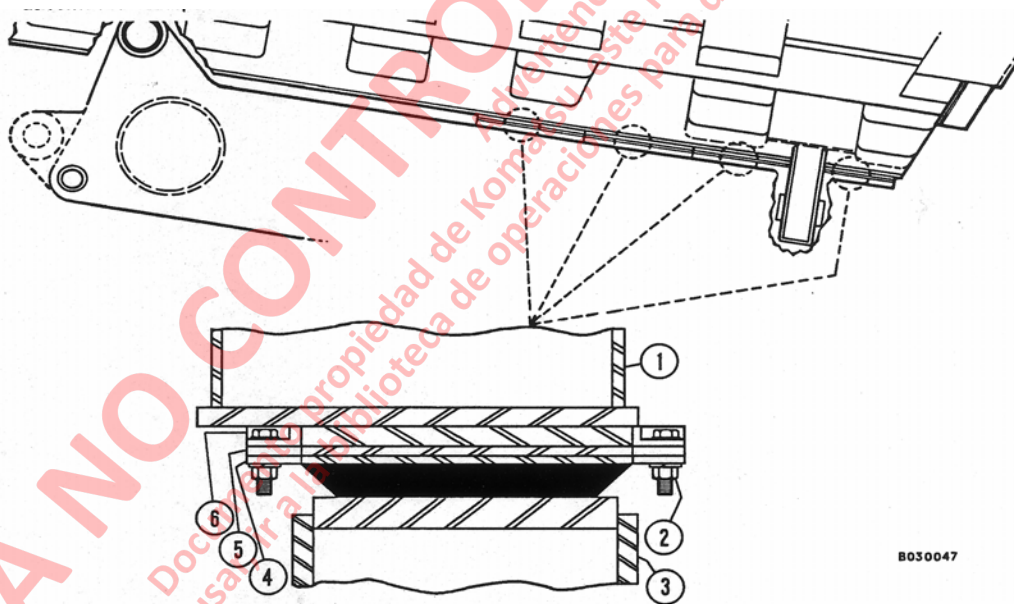

FIGURA 3-4. MONTAJE SOPORTE DE LA TOLVA
2. Retire las estructuras que unen los soportes de la tolva. Consulte la Figura 3-4.